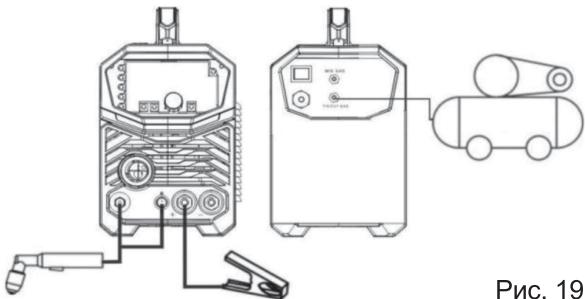

Рис. 19
- Подключите сварочный кабель с зажимом массы к плюсовому разъему аппарата (рис. 19).